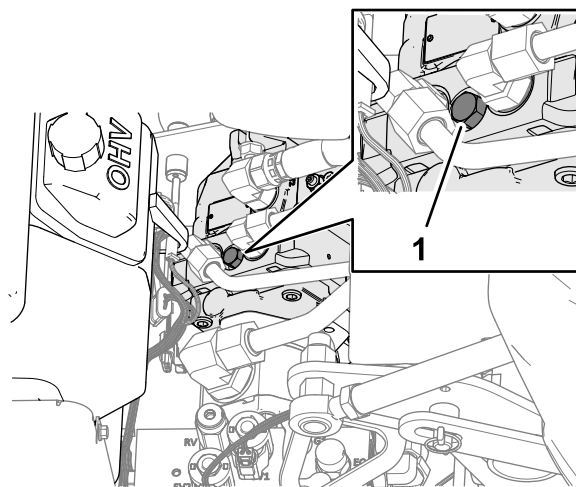

Рисунок 127
4. Найдите крышку винта перепускного клапана между двигателем и гидравлическим насосом, как показано на Рисунок 127.